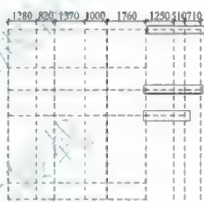

图 7-10
**步骤 7:** 使用延伸工具 $\text{---}$ ，对需要延伸的水平直线段进行延伸，如图 7-10 所示。